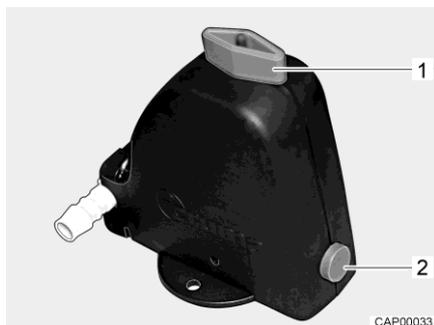

Fig. 260 Valve de sécurité et de vidange (Truma)
- Ouvrir la valve de sécurité et de vidange (Truma). Tourner le bouton rotatif (Fig. 260,1) dans le sens longitudinal par rapport à la valve de sécurité et de vidange. Le bouton-poussoir (Fig. 260,2) ressort.